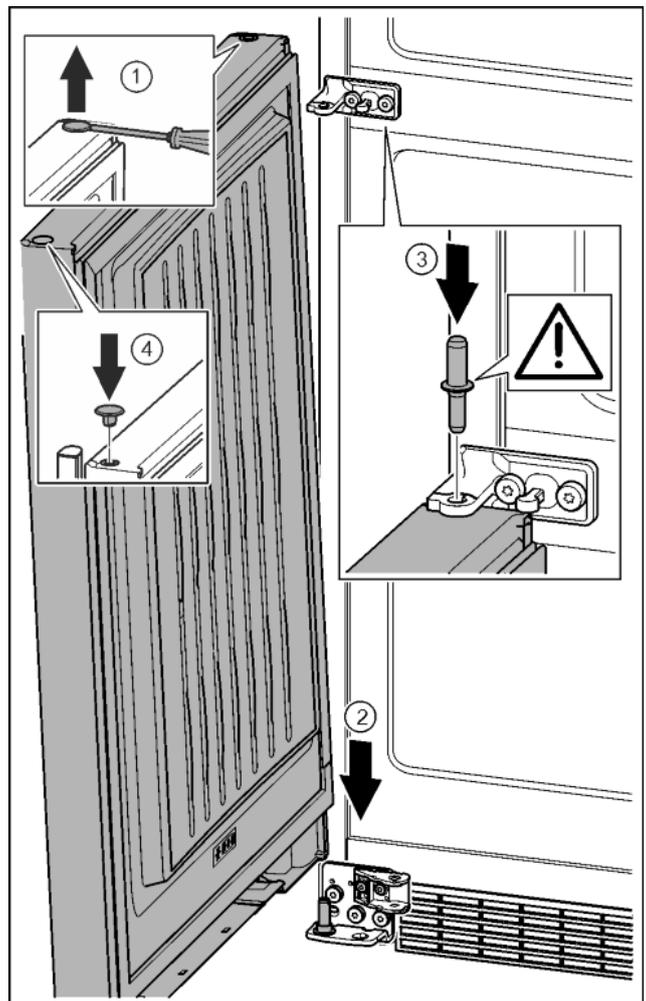

Fig. 36
- ▶ Stopfen vorsichtig mit einem Schlitzschraubendreher anheben und herausziehen. *Fig. 36 (1)*
- ▶ Tür von oben auf den unteren Lagerbolzen aufsetzen. *Fig. 36 (2)*
- ▶ Lagerbolzen Mitte durch Lagerbock Mitte in die untere Tür einsetzen. Dabei darauf achten, dass der Rastnocken nach hinten zeigt. *Fig. 36 (3)*
- ▶ Stopfen auf der anderen Türseite wieder einsetzen. *Fig. 36 (4)*